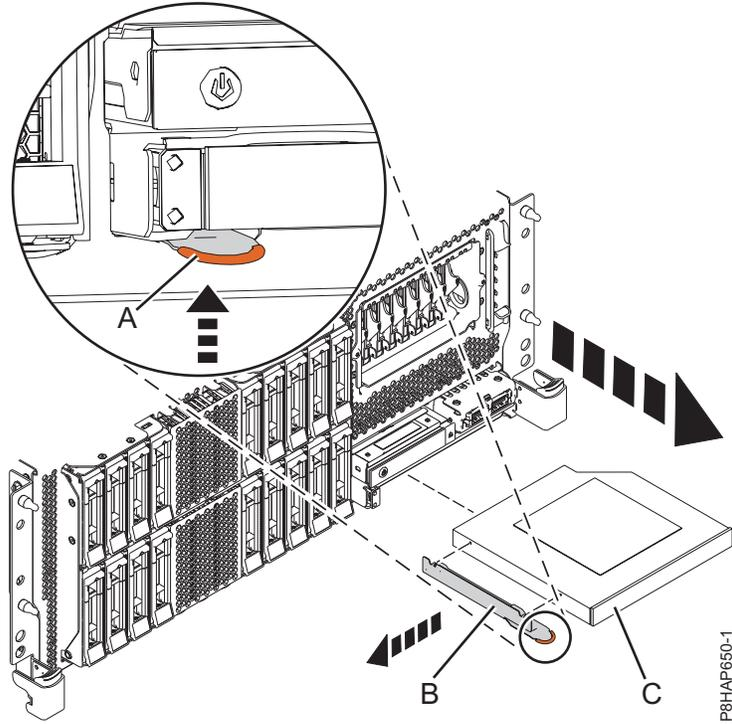
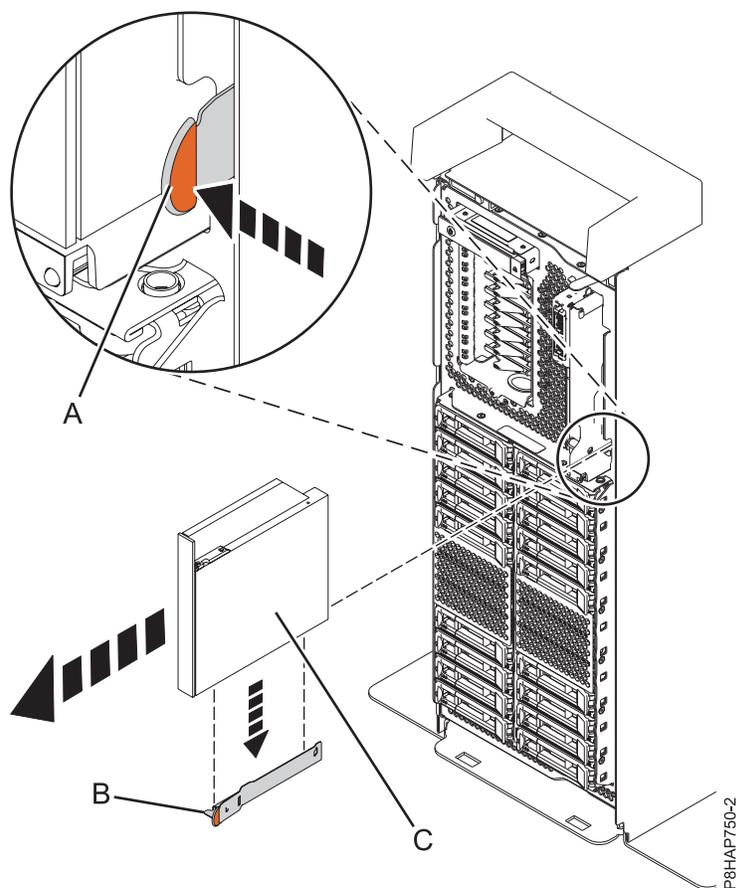

Figura 54. Remover um Dispositivo de suporte Slimline de um sistema montado em bastidor 8247-42L, 8286-41A ou 8286-42A
Figura 55. Remover um Dispositivo de suporte Slimline de um sistema autónomo
3. Puxe o dispositivo de suporte Slimline (C) para fora do sistema, na direcção demonstrada em Figura 53 na página 64, Figura 54 na página 65 ou Figura 55.
4. Se estiver a remover o Dispositivo de suporte Slimline como parte de outro procedimento de assistência, não remova o suporte de fixação (B) do Dispositivo de suporte Slimline.
5. Se estiver a remover o Dispositivo de suporte Slimline avariado e a substituir por um novo Dispositivo de suporte Slimline, terá de remover o suporte de fixação (B) para utilizar com o novo dispositivo de suporte de dados. Remova o suporte de fixação ao agarrar o ponto para manuseamento terracota e ao puxá-lo para fora do dispositivo de suporte de dados conforme demonstrado em Figura 53 na página 64, Figura 54 na página 65 ou Figura 55.
6. Armazene o suporte de fixação (B) num local seguro.